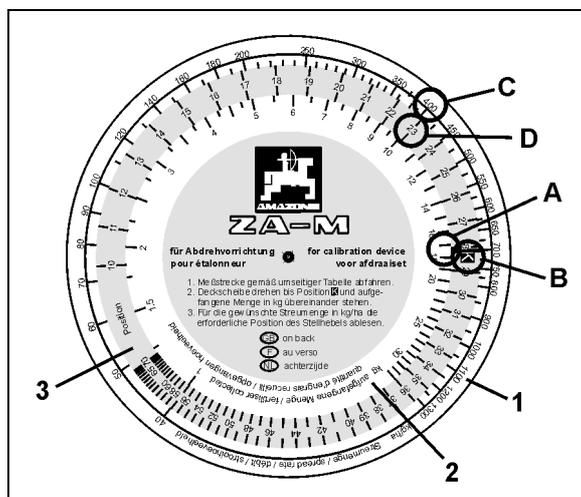

Fig. 53
7. Rechenscheibe für die Abdehvorrichtung zur Hand nehmen. Auf Skala (Fig. 53/2) für aufgefangene Menge [kg] Zahlenwert "17,5" (Fig. 53/A) aufsuchen und mit Position "K" (Fig. 53/B) der farbigen Skala (Fig. 53/3) übereinanderstellen.
8. Gewünschte Streumenge (400 kg/ha) (Fig. 53/C) auf der Skala für die Streumenge (Fig. 53/1) aufsuchen und erforderliche Schieberstellung (Position) "23" (Fig. 53/D) ablesen.